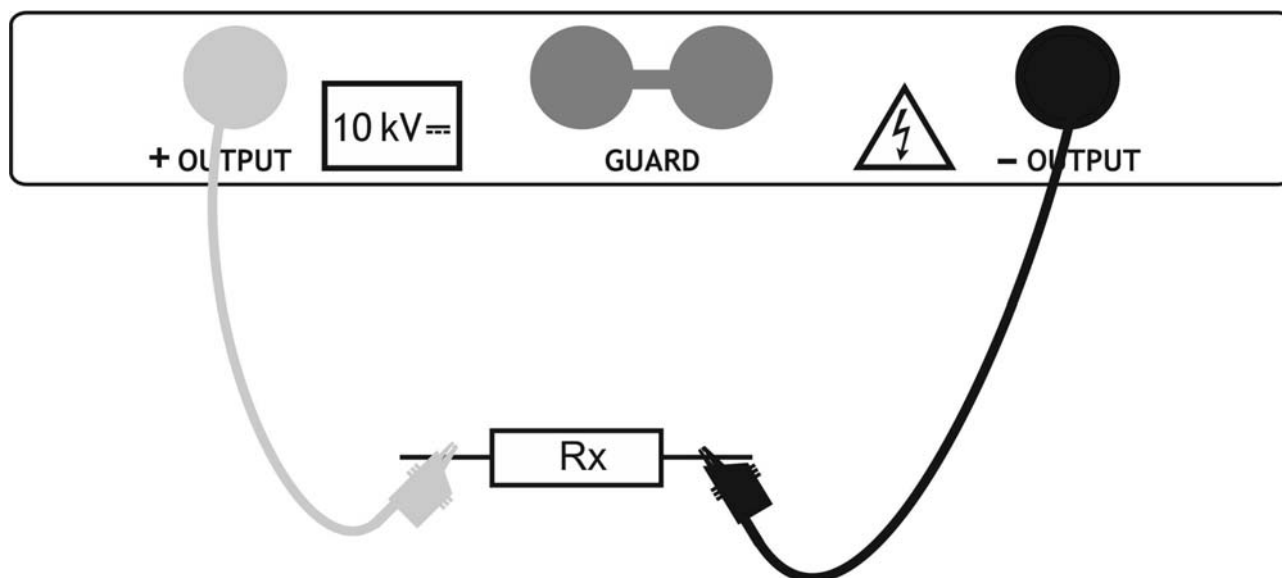

Fig. 24: Conexión del instrumento para la medida de aislamiento
4. Conecte la punta del Terminal 1 o del Terminal 2 (positivo) y el cable negro de los Terminales 2 (negativo) en el objeto en prueba (ver Fig. 24)